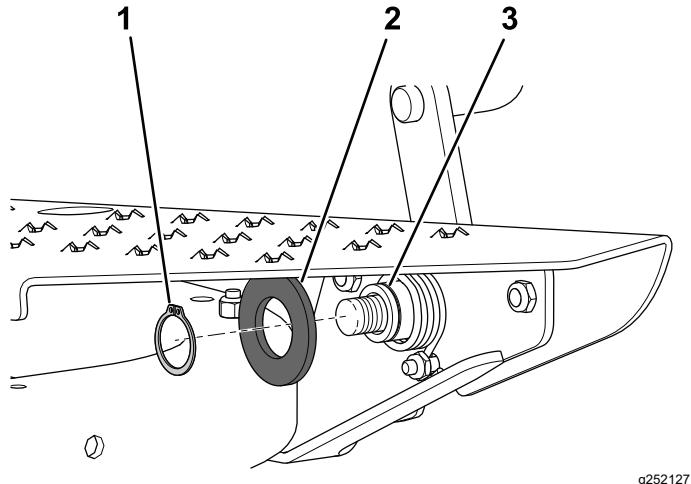

Figura 8
- 7. Sujete el muelle de torsión a la placa del casquillo con una arandela plana ($1\frac{1}{8}$ " x 2") y un anillo de retención (Figura 8).